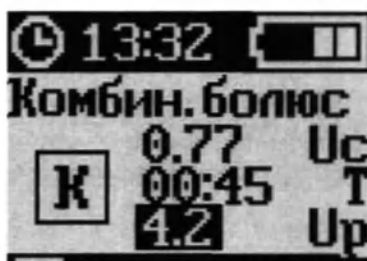

Рисунок 119 – Экран «КОМБИН.БОЛЮС» (доза Up)
10. Кнопками «ВВЕРХ» и (или) «ВНИЗ» установить необходимую дозу (рисунок 119).